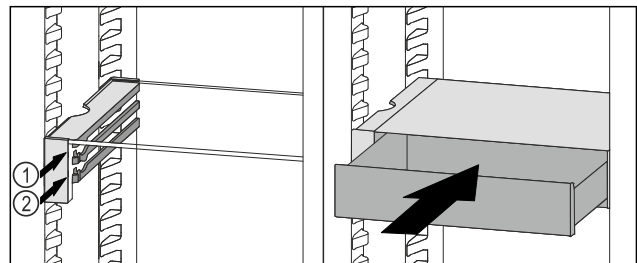

Fig. 176
- ▶ Установите выдвижной ящик VarioSafe за стопоры на требуемый выступ Fig. 176 (1) или Fig. 176 (2).